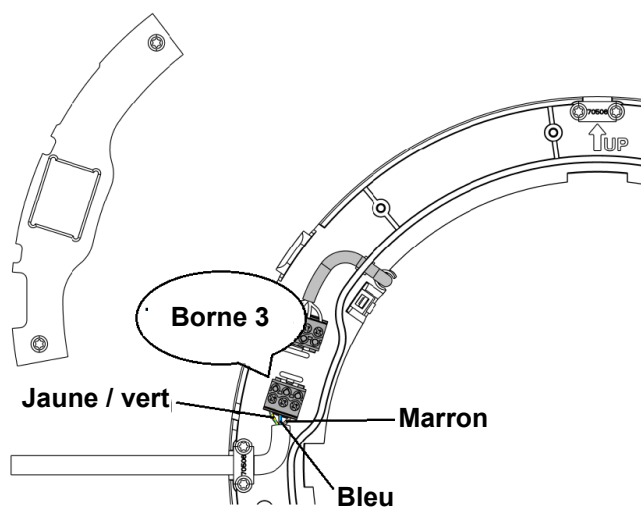

Figure 38 - Raccordement du câble du côté gauche
3. Raccordez le câble de 230V à la borne 3 en respectant les codes de couleur indiqués (voir Figure 38 ci-dessous).